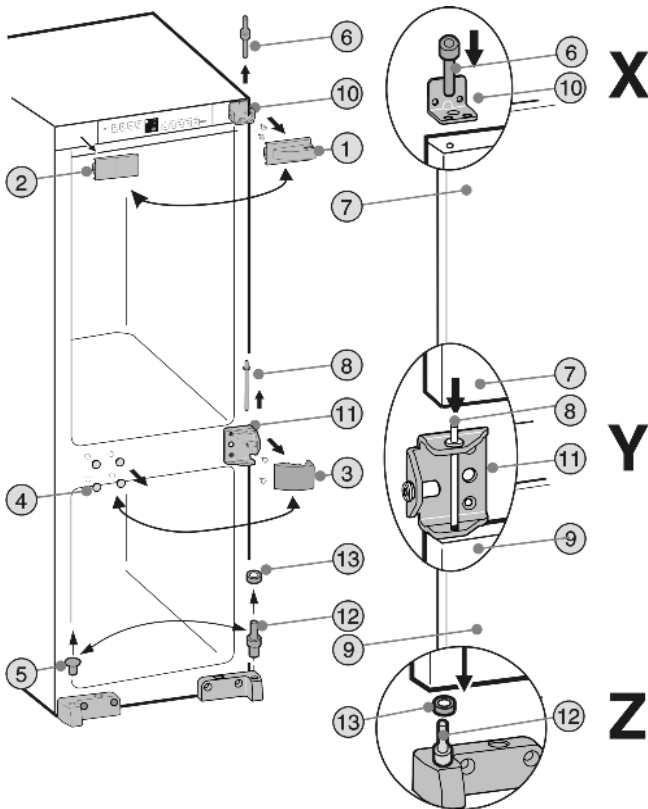

Fig. 3
- ▶ Afdekkingen Fig. 3 (1,2,3,4,5) verwijderen.
- ▶ Lagerbout boven Fig. 3 (6) uit de deur van het koelgedeelte Fig. 3 (7) schroeven.
- ▶ Deur van het koelgedeelte Fig. 3 (7) iets naar voren kiepen en naar boven eruit tillen.
- ▶ Lagerbout midden Fig. 3 (8) verwijderen.
- ▶ Deur van het diepvriesgedeelte Fig. 3 (9) verwijderen.
- ▶ Lagerbus boven Fig. 3 (10) en lagerbus midden Fig. 3 (11) afschroeven en aan de andere kant met dezelfde schroeven weer **goed (met 4 Nm)** vastschroeven.
- ▶ Lagerbout onder Fig. 3 (12) met plaatje Fig. 3 (13) omzetten.
- ▶ Deur van het diepvriesgedeelte onder op lagerbout Fig. 3 (12) en plaatje Fig. 3 (13) zetten. **Detail Z**
- ▶ Lagerbout midden Fig. 3 (8) door de lagerbus midden Fig. 3 (11) in de deurlager plaatsen. **Detail Y**
- ▶ Deur van het koelgedeelte op de lagerbout midden Fig. 3 (8) zetten. **Detail Y**
- ▶ Lagerbout boven Fig. 3 (6) door **buitenste** gat in de lagerbus Fig. 3 (10) in de deurlager van de deur van het koelgedeelte Fig. 3 (7) aanbrengen en **goed (met 4 Nm)** vastschroeven. **Detail X**
- ▶ Afdekkingen Fig. 3 (1,2,3,4,5) aan de andere kant 180° omgedraaid weer aanbrengen.